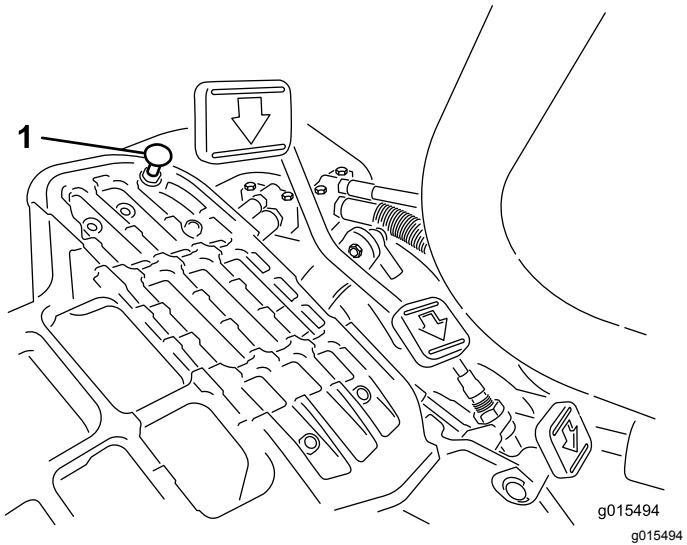

図 45
モードレバーを移動走行位置にセットし、ペダルを一杯に踏み込めば最高速度となります。ケーブルに張力がかかる前にペダルがストップ図45に当たる場合には調整が必要です。
1. モードレバーを移動走行位置にセットし、ペダルストップを固定しているロックナットをゆるめる図45。